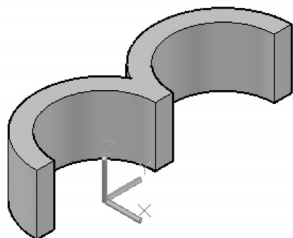

图 10-32 原始实体模型
- 1) 打开本书配套光盘中的“三维镜像.dwg”文件, 文件中的原始模型如图 10-32 所示。